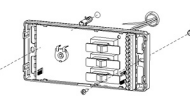
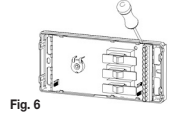
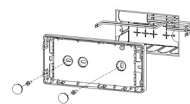
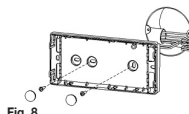

Fig. 3
Fig. 6
Fig. 7
Fig. 8
**D.** Nel caso di fissaggio su scatola ad incasso come da Fig. 7 o Fig. 8, togliere la scheda del termostato come indicato in Fig. 6, evitando torsioni e/o azioni atte a compromettere l'integrità della stessa.
**E.** Inserire i fili (cablaggio fisso) nelle apposite forature presenti sulla base del termostato (Fig. 3, 7 o 8) ed eseguire il collegamento alle morsettiere in conformità allo schema elettrico presente sul ventilconvettore da collegare ed allo schema elettrico del termostato Fig. A.
**F.** Fissare la base del termostato alla parete come indicato in Fig. 3 utilizzando viti a testa piana max ø 3,5 o le apposite viti della scatola ad incasso e reinserire i tappi di protezione come illustrato in Fig. 7 o Fig. 8. Verificare che i cavi di collegamento abbiano un fissaggio e percorso tale da non compromettere l'integrità del comando e/o che non possano provocare alcun danno a persone, cose ed animali.
**D.** In case of installation on a box built in the wall (Fig. 7 or Fig. 8), remove the electric card as indicated in Fig. 6, with care not to make any torsion and/or other operation that could damage it.
**E.** Insert the wires (factory pre-wired cable) through the slots in the base (Fig. 3, 7 or 8) and make the electrical connections accordingly to the electric wiring diagram supplied with the fancoil and to the diagram of the thermostat itself (Fig. A).
**F.** Fix the base of the thermostat to the wall as indicated in Fig. 3, by using flat head screws (max ø 3,5) or screws for the built-in box. Insert the protection caps (Fig. 7 or Fig. 8).
**D.** Dans le cas de fixation sur boîte à encasturer selon Fig. 7 ou 8, enlever la fiche du thermostat selon l'indication à la Fig. 6, en évitant toutes torsions et/ou opérations susceptibles à compromettre l'intégrité de la même.
**E.** Introduire les câbles (cablage fixe) dans les guides à la base du thermostat (Fig. 3, 7 et 8) et faire les connexions aux bornes conformément au schéma électrique du ventilconvecteur et du thermostat (Fig. A).
**F.** Fixer l'embase du thermostat au mur selon les indications de la Fig. 3 en utilisant de vis à tête plate max ø 3,5 ou les vis de la boîte à encasturer et repositionner les bouchons de protection selon Fig. 7 ou Fig. 8.
**D.** Bei Unterputzmontage (Fig. 7 oder Fig. 8), entfernen Sie bitte vorsichtig die Platine wie in Fig. 6 angezeigt, um Schäden durch etwaige Spannungen zu vermeiden.
**E.** Führen Sie die Drähte durch den Schlitz in das Gehäuse (Fig. 3, 7 od. 8) und schließen Sie diese Drähte gemäß dem mitgelieferten Schaltplan vom Fan Coil und Thermostat an. (Fig. A).
**F.** Fixieren Sie das Gehäuse des Thermostats an der Wand (siehe Fig. 3) mit Flachkopfschrauben (max ø 3,5). Sicherheitsabdeckungen (Fig. 7 oder Fig. 8) anbringen.